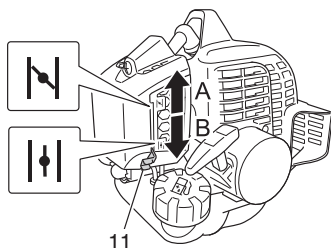

Fig. 10
- (3) Réglez le levier du starter (11) à la position de démarrage (fermé) (A). (Fig. 10)
- (5) Dès les premiers soubresauts du moteur, ramenez le starter en position ouverte (B). (Fig. 10)